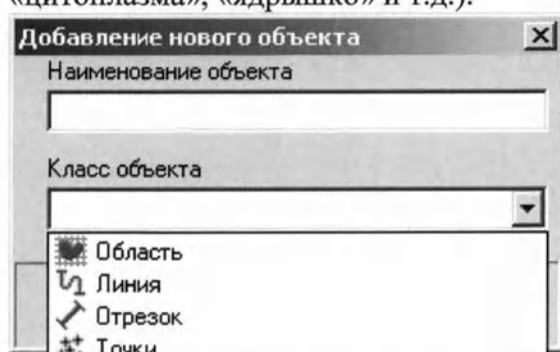

Рисунок 7. Окно добавления нового объекта
6. В появившемся окне (Рисунок 7) введите название объекта (например «ядро», «цитоплазма», «ядрышко» и т.д.).